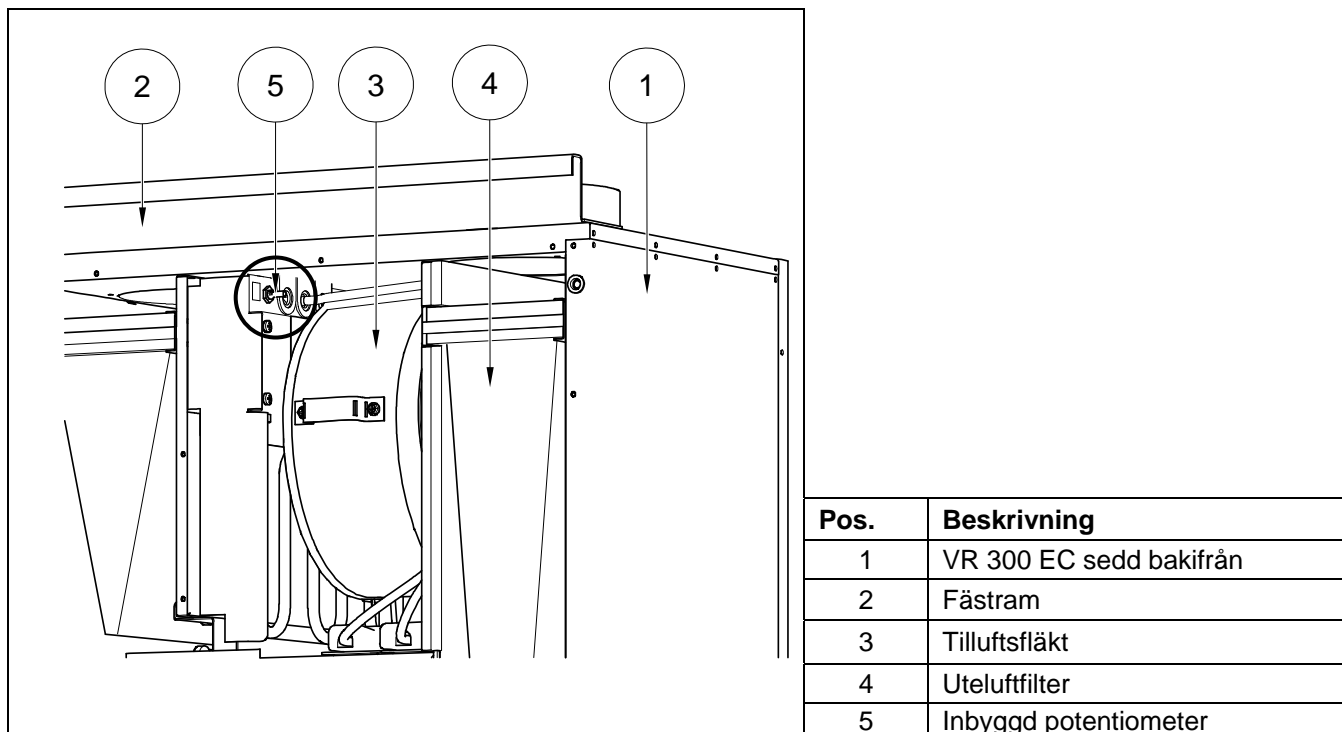

Fig.14
Hastigheten på tilluftsfläkten i VR 300 EC kan ställas in genom att vrida på en knapp som finns i aggregatet, intill tilluftsfläkten (pos.5, **fig.14**). Knappen, en steglös potentiometer, gör det möjligt att sänka tilluftsfläktens hastighet ner till 75% av hastigheten på frånluftsfläkten och försäkrar därmed bra balans i aggregatet och byggnaden.